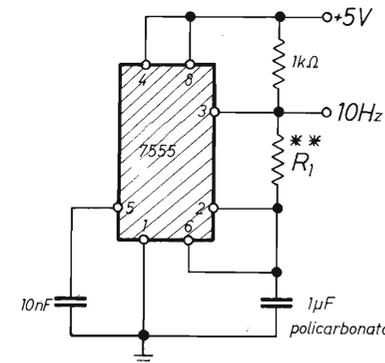

figura 3 - Base tempi con MK 5009.
1. Clock (generatore di impulsi di orologio): MK5009 oppure 7555, a seconda dei ghelli disponibili e della precisione richiesta (vedi figura 3 e 4).